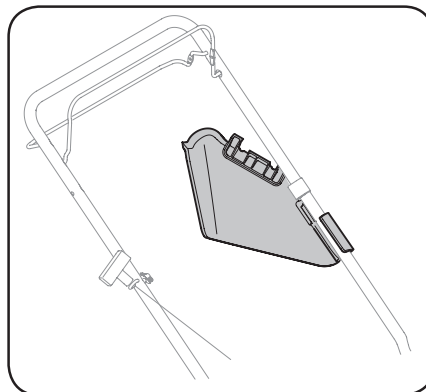

Figura 4-10
- Sujete la tolva de descarga lateral a la manija (si corresponde) como se muestra en la Figura 4-10.